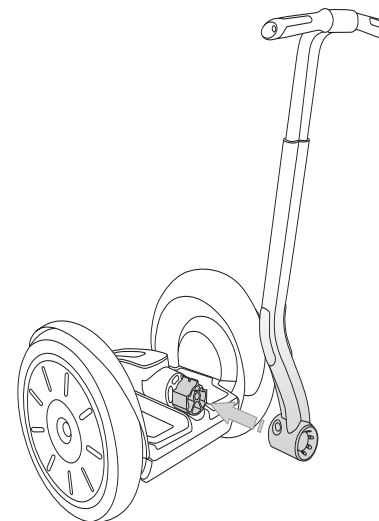

図 3. LeanSteer フレームをピボットベースアセンブリに取り付ける
4. 図 3 に示すように、LeanSteer フレームをピボットベースアセンブリからスライドして外します。LeanSteer フレームは、ピボットベースアセンブリから簡単にスライドして外れます。
6. LeanSteer フレームを取り付けるには、LeanSteer フレームをピボットベースアセンブリに滑り込ませます。図 3 を参照してください。